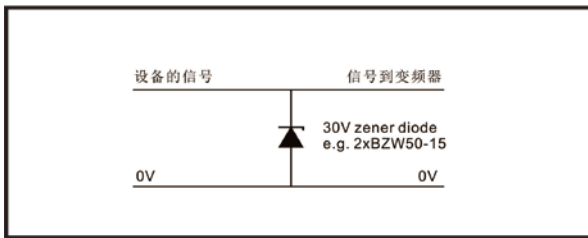
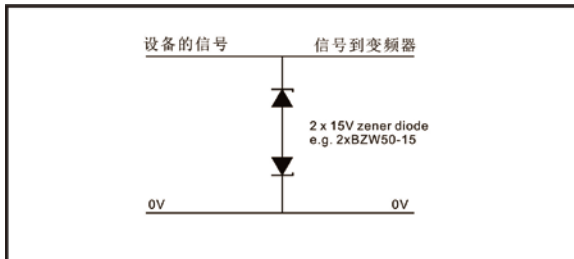

图 3-46 数字及单极输入输出过压抑制
图 3-47 模拟及双极输入输出过压抑制
3. 额外的过压抑制-对于模拟和数字输入输出，可将稳压二极管网络或商业使用的过压抑制器输入电路并联，见图3-46和图3-47。